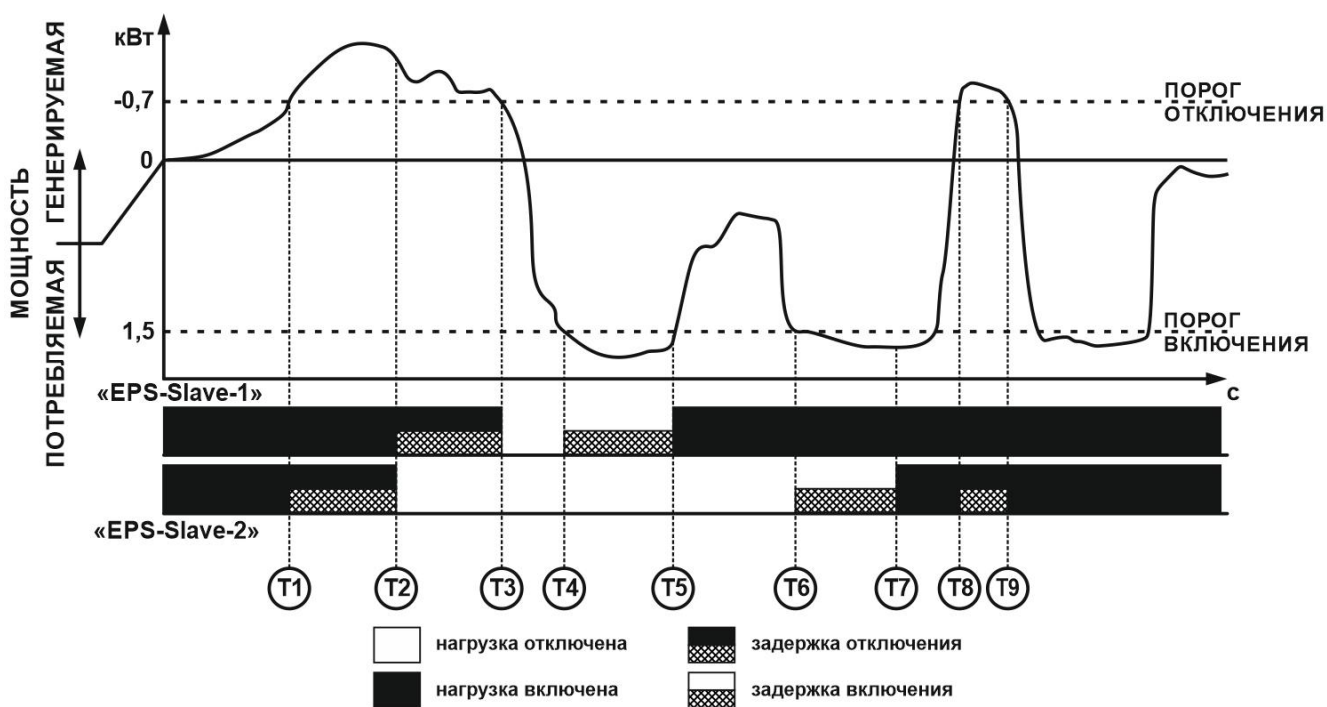

Рисунок 15 – Работа в режиме реле перетока с инверсией
- начинается отсчет времени 60 с (параметр: «Задержка отключения», время T1 или T8 – рисунок 15);